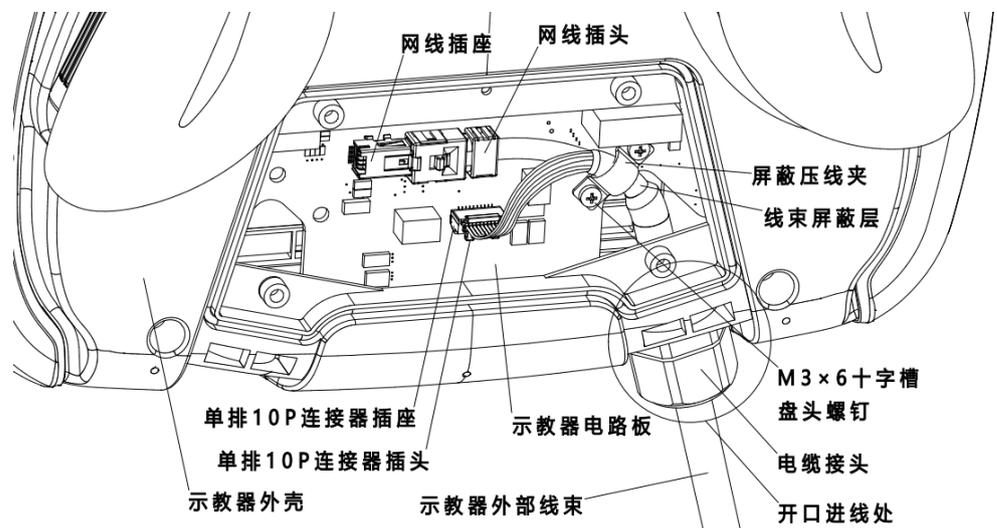

图 10-7 更换示教器外部线束示意图 2
- 步骤2. 将示教器外部线束从示教器外壳右下侧的开口处伸入，将电缆接头卡在开口处，用 2 个 M3 × 6 十字槽盘头螺钉将线束屏蔽层压在屏蔽压线夹上，参考图 10-7。
- 步骤3. 将示教器外部线束带有网线插头的一端接在示教器电路板上的网线插座上，将电源及信号线接头接在示教器电路板上的单排 10P 连接器插座上，参考图 10-7。